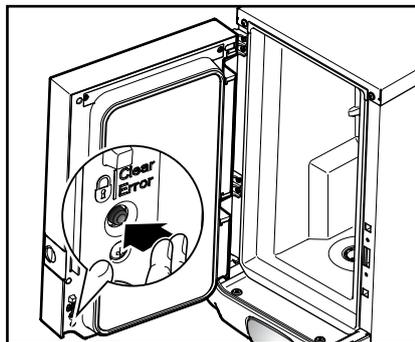

Abb. 22
2. Drücken Sie den SCHLOSS/Clear-Error-Schalter um die Getränkeausgabe zu blockieren. (Abb. 22)
3. Drücken Sie zum Entsperren des Geräts erneut den SCHLOSS/Clear-Error-Schalter um die Getränkeausgabe wieder freizugeben. (Abb. 22)